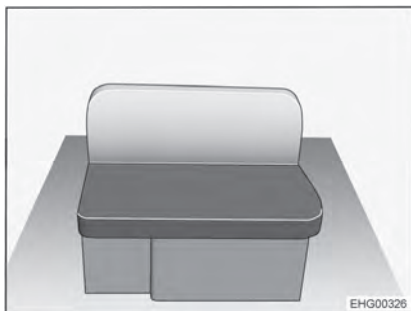

Bild 19 Längsgående sittbänk, höger
- Ta bort sittdynan och ryggdynan från den längsgående sittbänken (Bild 19).